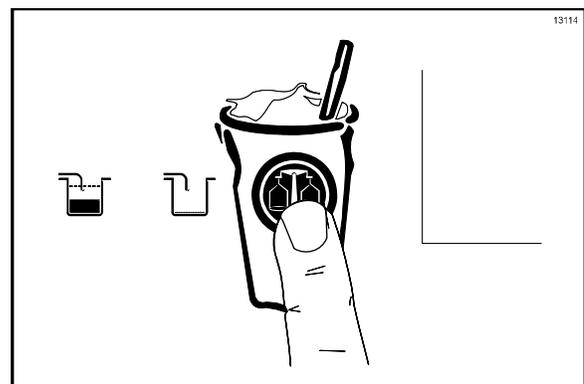

Figura 42
1. Toque el símbolo CALIBRACIÓN ⚙️ para presentar las opciones del menú. Se iluminarán el símbolo CALIBRACIÓN ⚙️, el símbolo AUTOMÁTICO ❄️ del lado de batidos y el símbolo SABOR OPCIONAL 🌀. (Vea la figura 42).